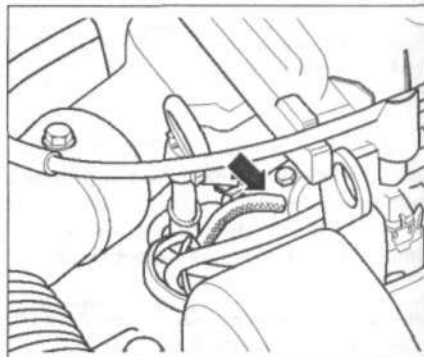

Рис. 4.42. Отсоедините вакуумную трубку регулятора давления топлива (стрелка).
5. Отсоедините вакуумную трубку регулятора давления топлива (стрелка) (рис. 4.42). Давление топлива должно увеличиться примерно до 3.0 бар. Выключите зажигание.